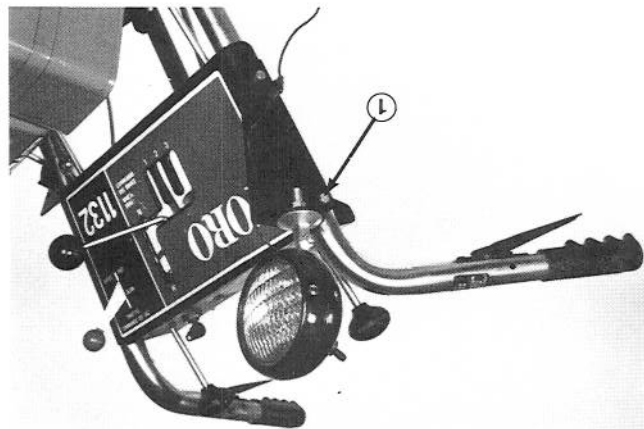

Figure 13
4. Vissez le pommeau noir sur le levier de commande des roues et accrochez le ressort de tension au trou de tableau de commande (Fig. 13).
3. Revisssez le support sur le tableau de commande et sur le mancheron à l'aide des attaches enlevées à l'étape 1 (Fig. 13).